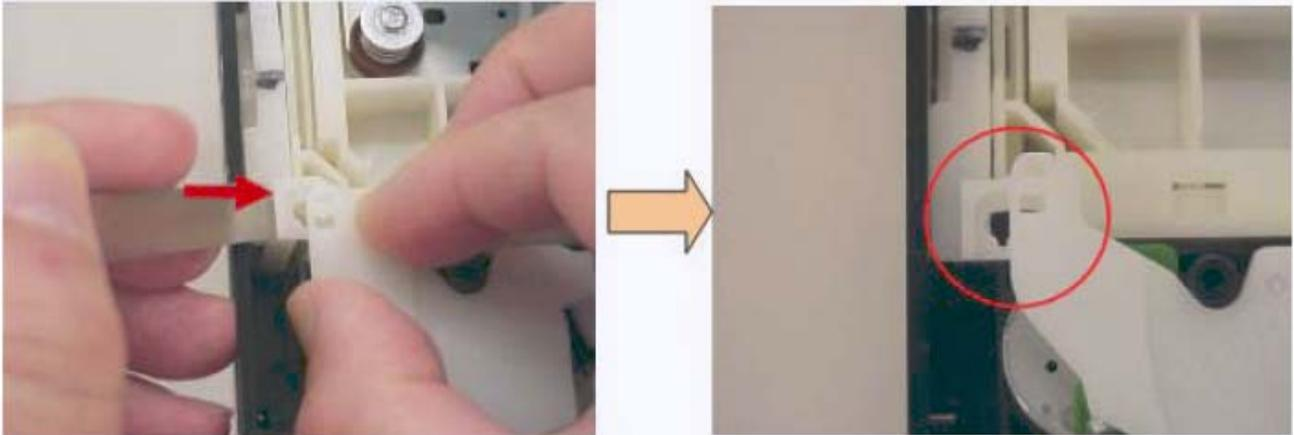

Fig. 1.27
7.1 Conectar o braço (E) a barra deslizante.
Coloque o gancho (cunha) do braço (E) no furo, empurrando a barra, como mostrado.(Fig. 1.27)